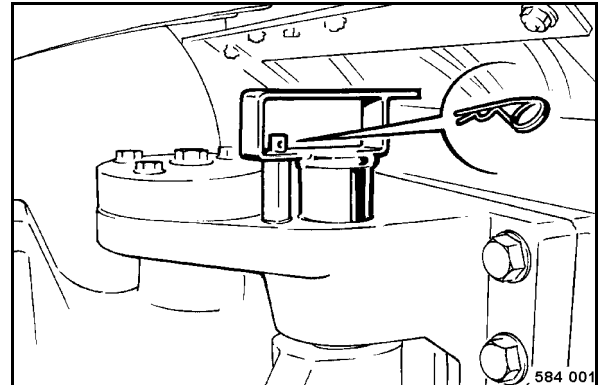

fig. 114
- Retirer l'agrafe de sécurité (fig. 114).